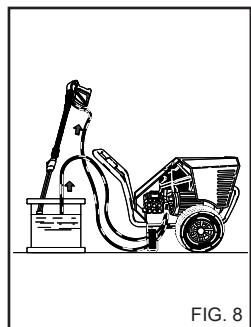

FIG. 8
Kun olet käyttänyt pesuainetta, pesuaineen syöttö pitää huuhdella puhtaalla vedellä (Fig. 8).
1) Huuhtele korkeapaineinen vesipiiri pesuaineen käytön jälkeen: käytä pumpua 1 minuutin ajan annosteluhana täysin suljettuna. (Fig. 8).